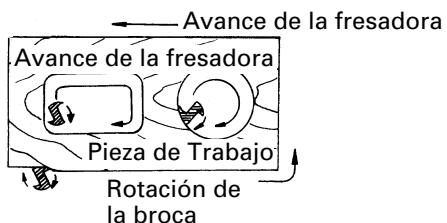

Fig. 20
- (2) La broca gira hacia la derecha (sentido de la flecha indicada en la base). Para lograr la máxima efectividad del corte, hage avanzar la fresadora vertical de acuerdo con los sentidos de avanca mostrados en la Fig. 20.